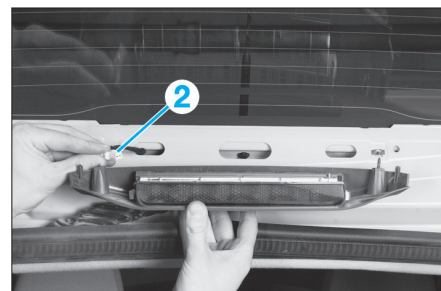

FIG. 91
- Débrancher le connecteur (2) (Fig.91).